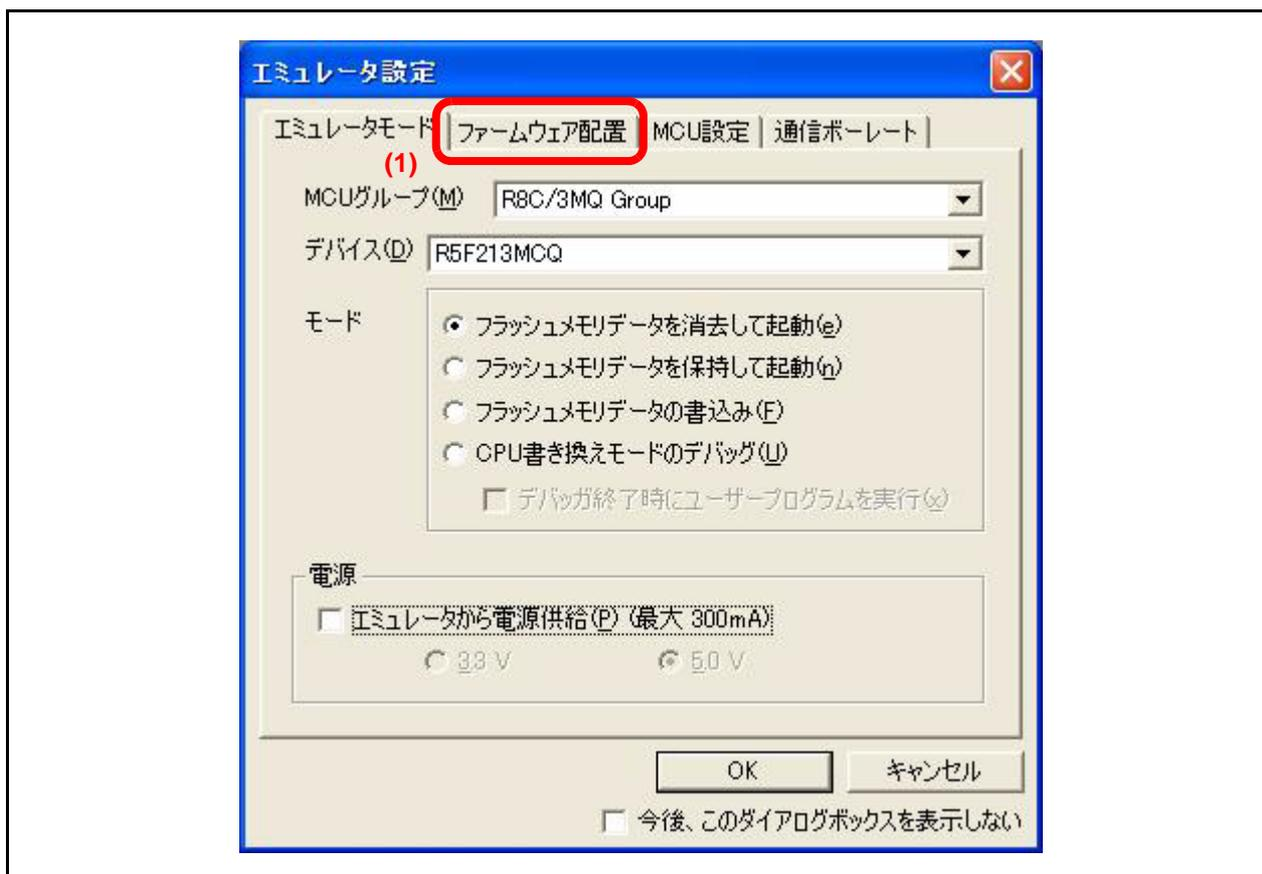
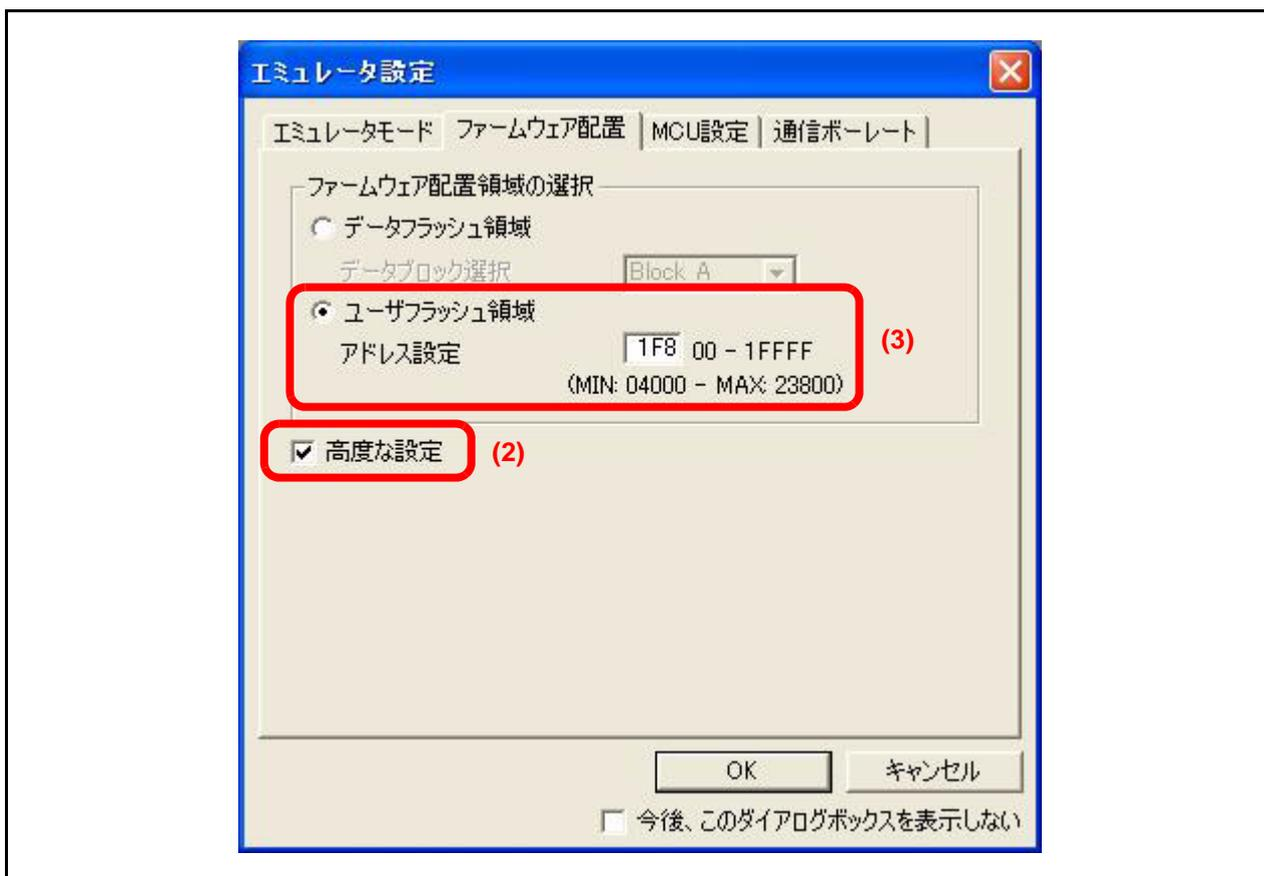

図31.2 E8a “エミュレータ設定ダイアログ” の設定1
図31.3 E8a “エミュレータ設定ダイアログ” の設定2
E8a 接続操作時のエミュレータ設定ダイアログで“ファームウェア配置”タブを選択し(図31.2 (1))、“高度な設定”をチェックしてください(図31.3 (2))。ファームウェア配置領域を選択できます。
ファームウェア配置領域は“ユーザフラッシュ領域”を選択してください。アドレス設定は“04000h ~ 1FFFFh”の範囲で、固定割り込みベクタ領域を含まないようにしてください(例：1F800、図31.3 (3))。また、ファームウェア配置領域にデータフラッシュは使用できません。“データフラッシュ領域”は選択しないでください。